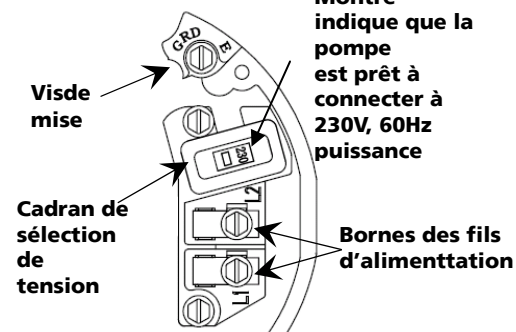

Figure 6- Tension réglée sur 230V, type à cadran
Les moteurs fonctionnant avec deux tensions différentes sont l'usine connectée pour 230 volts. Si nécessaire, changer le paramètre de commutateur à 115 volts, selon la figure 6. Ne pas changer le télégraphier dans les moteurs de tension seuls.
Si vous avez un moteur fonctionnant avec deux tensions différentes, et le connectera à 115 volts, suivre la procédure au dessous. Vous aurez besoin d'enlever la couverture de fin moteur pour changer la tension qui règle (voit la Figure 5). Votre conseil délimitant moteur (a localisé sous la couverture de fin moteur) devrait avoir l'air du l'un dans la Figure 6.
2. Choisir la position EN HAUT de bouton pour 115V ou EN BAS position pour 230V, jusqu'à ce que 115 ou 230 montré dans la fenêtre de cadran (Figure 6).